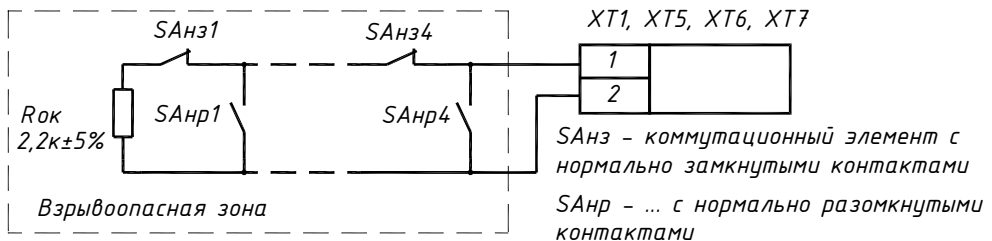

Рис.2.2. Подключение датчиков дверей, заряда, СДУ и контроля РИП.
2) Подключение датчиков контроля дверей к входу ХТ1, датчиков контроля заряда к входу ХТ6, выхода СДУ к входу ХТ5, цепей контроля РИП ко входу ХТ7 осуществляется согласно схеме на рис. 2.2. Описание и характеристики указанных входов приведены в п.п. 1.2.5.1, 1.2.5.5.